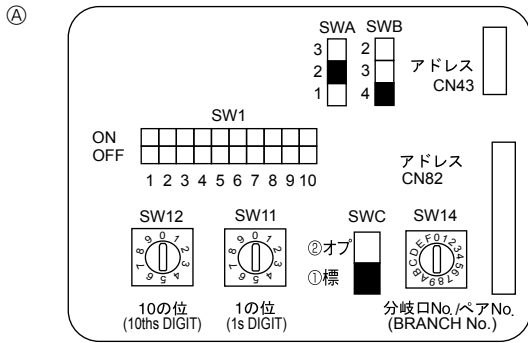

Fig. 4-4
4.5. Adreslerin düzenlenmesi (Fig. 4-4)
- ① Adreslerin düzenlenmesi
- ② SW14 Branşman numaralarının düzenlenmesi (Yalnız R2 serileri)
4.6. Yüksek tavan için veya hava çıkışlarının sayısının değiştirilmesi sırasında anahtar düzenlemeleri (Fig. 4-4)
④	Sessiz	Standart	Yüksek tavan
④	4 yönlü	2,7 m	3,2 m
③	3 yönlü	3,0 m	3,6 m
②	2 yönlü	3,3 m	4,0 m
4.7. Oda sıcaklığının uzaktan kumanda ünitesindeki entegre sensörle algılanması (Fig. 4-4)